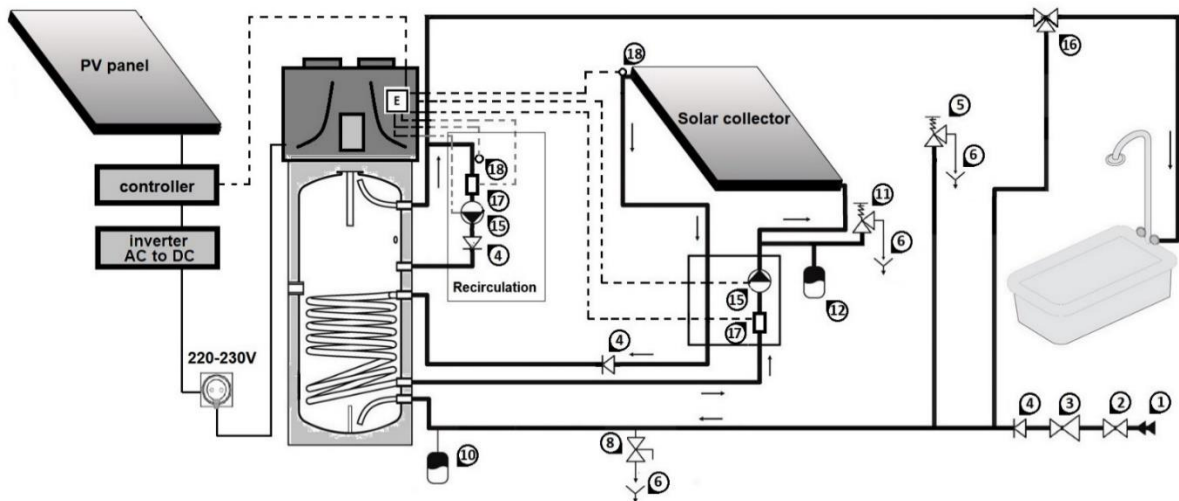
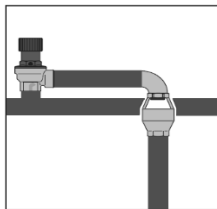

Fig.8 Collegamento alla rete idrica e al collettore solare
Fig.8a
Collegare i tubi di ingresso e uscita dell'acqua fredda ai punti di connessione appropriati. La seguente illustrazione (Fig.8) mostra un esempio di collegamento ad una rete idrica.
- L'installatore del sistema deve obbligatoriamente installare una valvola di sicurezza a 8 bar sul tubo di ingresso dell'acqua fredda (Fig.8).
NOTA: la valvola di sicurezza deve essere aperta manualmente regolarmente per prevenire l'accumulo e/o il blocco di calcare. (Fig.8).
NOTA: il tubo di drenaggio 6 (Fig.8) sulla valvola di sicurezza deve essere installato con un'inclinazione continua verso il basso e in un luogo protetto dal gelo. L'uso di un sifone speciale (Fig. 8a) è obbligatorio!
Riempire il serbatoio d'acqua aprendo il rubinetto di ingresso 2 (**Fig.8**) e il rubinetto dell'acqua calda nel vostro bagno. Il serbatoio dell'acqua è pieno solo quando l'acqua senza aria scorre attraverso il rubinetto dell'acqua calda. Verificare la presenza di perdite da guarnizioni e connessioni. Stringere bulloni o connessioni ove necessario.